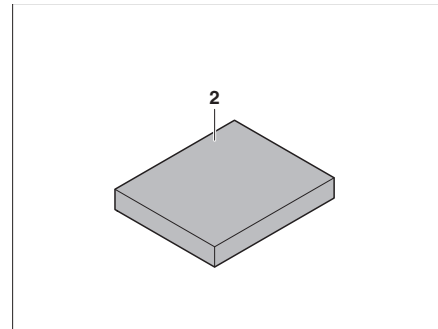

Bild 151 Zusatzpolster
- Zusatzpolster (Bild 151,2) in die Mitte auf den Tisch legen.